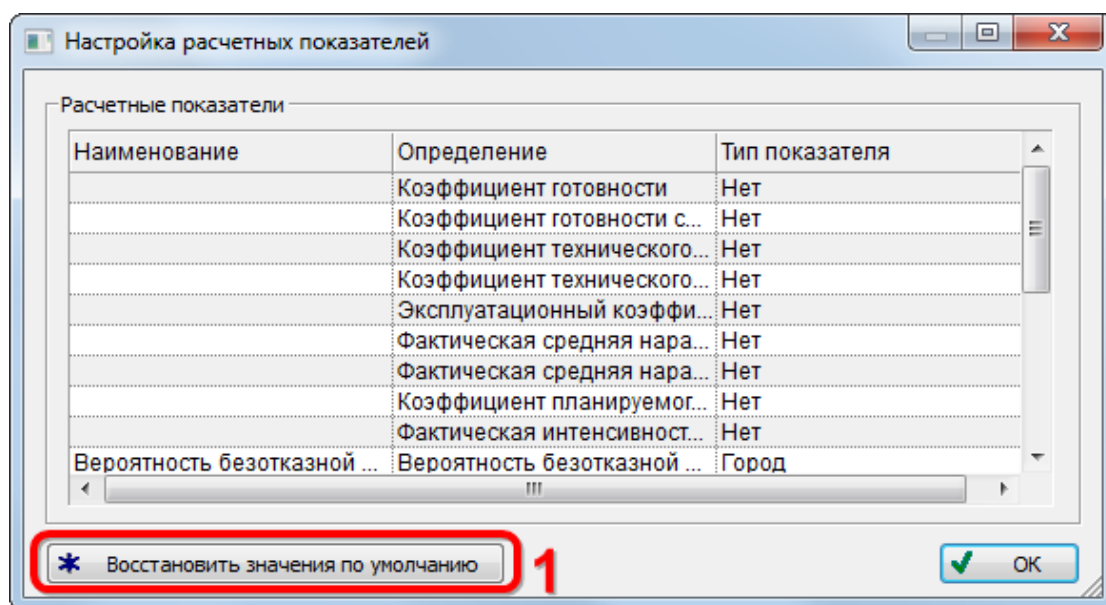

Рис. 13-538 – Диалоговое окно «Настройка расчетных показателей»
2) Нажать кнопку «Настройка показателей» на вкладке «Анализ» (рис. 13-538).